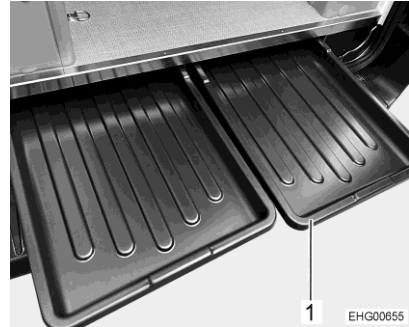

Bild 35 Utdrag dubbelgolv (specialutrustning)
- Dra ut ett av utdragen (Bild 35,1) på baksidan av fordonet.